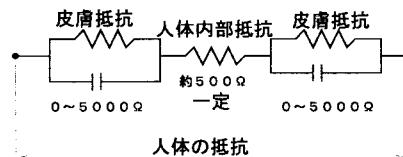

図2-5 人体の抵抗
① 人体の抵抗は皮膚抵抗と人体の内部抵抗を加えたもので、等価的には図2-5のように表されている。
② 手や足の皮膚抵抗は大きく、人体内部抵抗は小さい。
③ 皮膚に傷があると、その部分の抵抗は0に近くなる。
④ 皮膚の抵抗は、乾いているときを1とすれば、汗をかいているときは1/10、水で濡れているときは1/25に低下する。
⑤ 接触電圧が高くなると、皮膚のインピーダンスは低下する。
⑥ 周波数が増大すると、人体の抵抗は低下する。
⑦ 交流は直流に比べ1/4～1/5の電流で心室細動を起こす可能性がある。
⑧ 女性の場合、男性に比べ感度が高く、70%の電流で同一結果をもたらす。子供はその体重に応じて弱い。